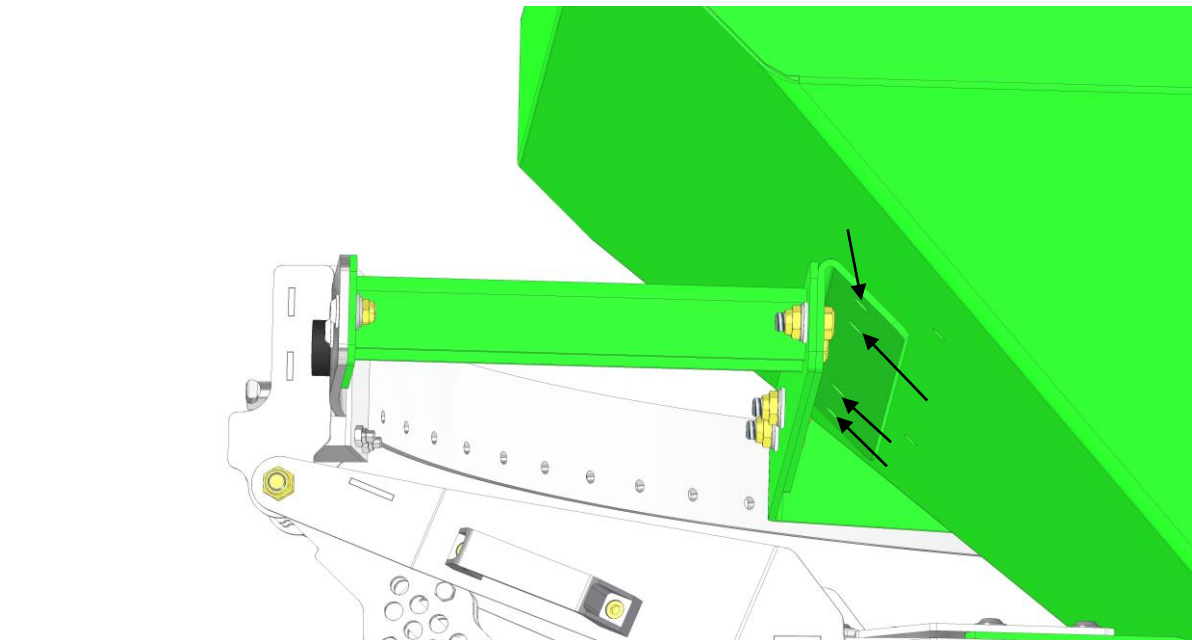

Rys. 3. Umieszczenie zaślepek w korpusie rozsiewacza
3. Wykręcić śruby z dolnej części korpusu rozsiewacza (**6 szt.**) w miejscu oznaczonym na rysunkach (**Rys. 3**).